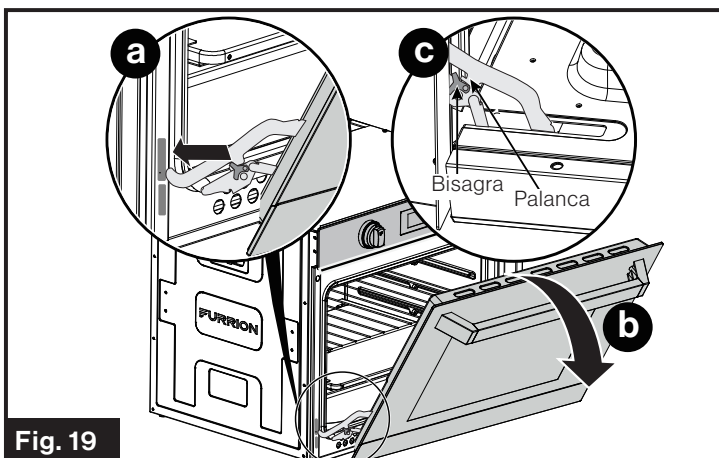

Fig. 19
7. Siga estos pasos para volver a colocar la puerta del horno (Fig. 19):
- Inserte la bisagra en la ranura superior como se muestra en la Fig. 19 **a**.
- Abra la puerta completamente como se muestra en la Fig. 19 **b**. Asegúrese de que la traba de la bisagra se haya liberado de la palanca, como se muestra en la Fig. 19 **c**.